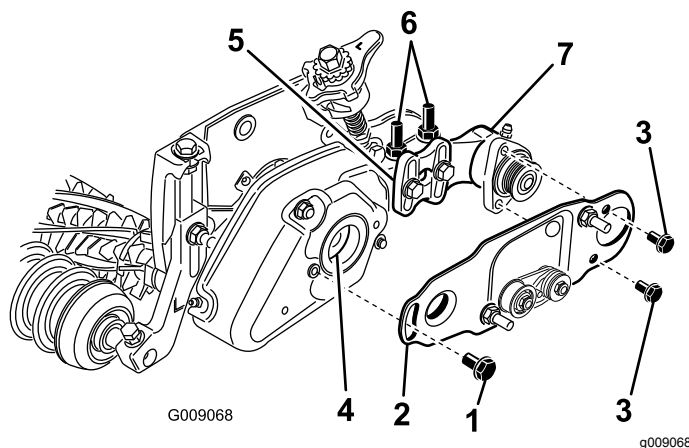

Figura 27
soporte de montaje del cepillo de rodillo (**Figura 27**).
13. Instale la placa de pivote del cepillo del rodillo (**Figura 27**). Asegúrese de que el anillo de goma queda correctamente asentado en la cubierta al introducir el saliente de la placa de pivote por el anillo de goma de la cubierta del groomer.
14. Aplique Loctite 243 (azul) en los 2 pernos de 5/16" x 5/8" y utilícelos para montar la placa del cepillo en el alojamiento del cojinete del cepillo de rodillo (**Figura 27**). Apriete los pernos a 20–25 N·m.
- Afloje las 2 contratuercas con arandela prensada que sujetan el soporte de montaje del cepillo de rodillo a la chapa lateral de la unidad de corte (**Figura 27**).
- Gire el alojamiento del cojinete del cepillo del rodillo hasta que quede paralelo a la chapa lateral de la unidad de corte (**Figura 27**).
- Apriete las 2 contratuercas con arandela prensada que sujetan el soporte de montaje del cepillo de rodillo a la chapa lateral de la unidad de corte (**Figura 27**).
19. Aplique Loctite 243 (azul) al perno de cuello largo (Figura 27). Sujete la placa del cepillo en la cubierta del groomer con el perno de cuello largo. (Figura 27). Apriete el perno a 20–25 N·m.